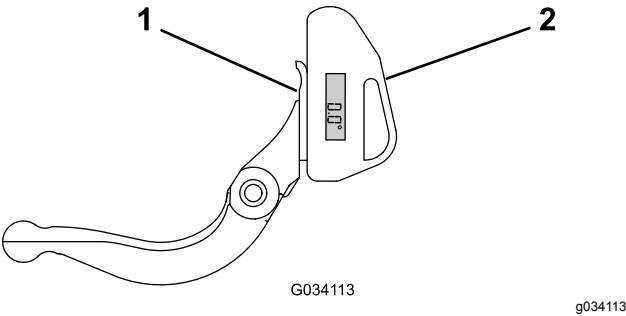

Figure 12
- 1. Placez l'indicateur d'angle sur la face inférieure de la contre-lame, comme montré à la Figure 12.